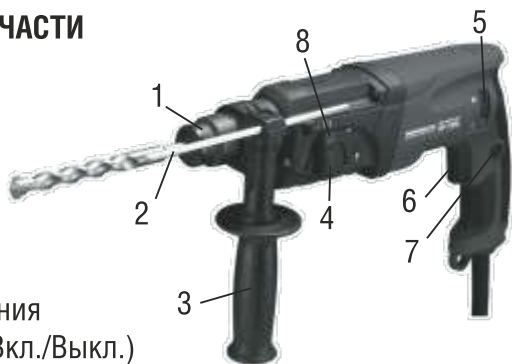

Рис. 1
Настоятельно рекомендуется использовать дополнительную (боковую) рукоятку (8)(См. Рис.1) во время работы. Точный контроль над инструментом значительно повышает безопасность и удобство работы.
Установите боковую рукоятку (8)(См. Рис.1) на ствол перфоратора.
Нажмите на кнопку-фиксатор (2)(См. Рис.1).
**Чтобы включить перфоратор**, нажмите на клавишу выключателя (6)(См. Рис.1).
Кнопка фиксации пуска (5)(См. Рис.1) позволяет поддерживать максимальную скорость вращения без необходимости постоянного нажатия на клавишу пускового выключателя (6)(См. Рис.1).
При нажатой пусковой клавише (6) нажмите кнопку фиксации (5)(См. Рис.1).
Чтобы снять блокировку и выключить перфоратор, достаточно еще раз нажать на клавишу пускового выключателя (6)(См. Рис.1).
Вы можете установить необходимое направление вращения патрона с помощью переключателя реверса (4) (См. Рис. 1).